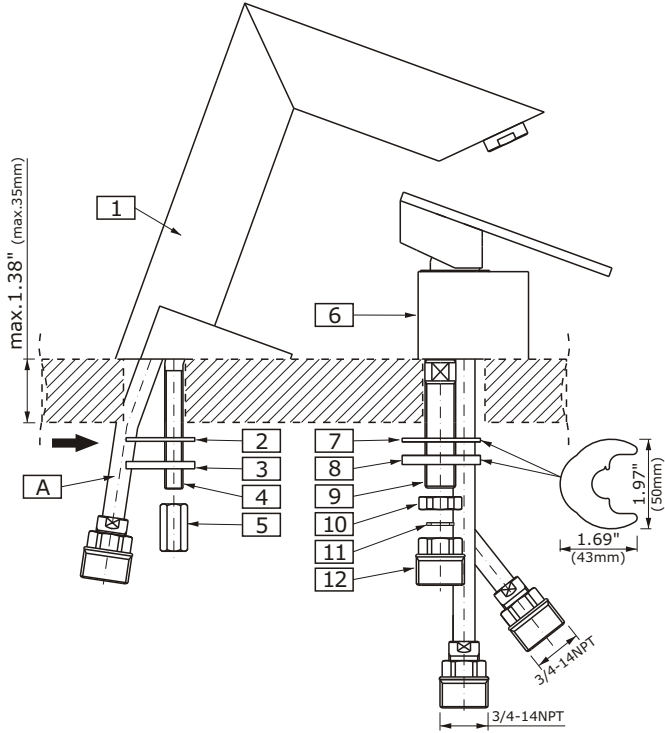

FIG. 1a
See fig. 1a & 1b
- Place the spout (1) and center over side hole of mounting surface. In case of difficulties with correct position of a spout on the ledge press lightly copper connecting pipes (A) in the direction shown by arrow on fig. 1a.
- From underneath the ledge place rubber washer (2), metal washer (3) on the stud bolt (4), then screw on the mounting nut (5). Hand tighten only.
- Make sure that the spout (1) is in proper position on the ledge. Tighten the mounting nut (5) using adjustable wrench.
- Place the cartridge assy (6) and center over side hole of mounting surface.
- From underneath the ledge place rubber washer (7) and metal washer (8) on the shank (9), then screw on the mounting nut (10). Hand tighten only. Make sure that the faucet is in proper position on the ledge. Tighten the mounting nut (10) using adjustable wrench.
- Insert rubber washer (11) into connection (12). Screw on the connection (12) onto shank firmly but do not overtighten.
- Coloque el grifo (1) y centre en el agujero lateral de la superficie de montaje. En caso de que la colocación del grifo sobre el borde resulte difícil, doble ligeramente los tubos de conexión de cobre (A) en la dirección indicada por la flecha en la fig. 1a.
- Por debajo del borde coloque la arandela de goma (2) y la arandela de metal (3) en el tornillo (4), entonces atornille la tuerca de montaje (5). Apriete únicamente a mano.
- Asegúrese de que el grifo (1) se encuentra en la posición apropiada en el borde. Ajuste la tuerca de montaje (5) usando la llave inglesa.
- Coloque el cartucho ensamblados (6) y centre en el agujero lateral de la superficie de montaje.
- Por debajo del borde coloque la arandela de goma (7) y la arandela de metal (8) sobre el tubo (9), entonces atornille la tuerca de montaje (10). Apriete únicamente a mano. Asegúrese de que el cartucho ensamblados se encuentra en la posición apropiada en el borde. Ajuste la tuerca de montaje (10) usando la llave inglesa.
- Inserte la arandela de goma (11) en la conexión (12). Ajuste la conexión (12) sobre el tubo (9) firmemente pero no apriete demasiado.